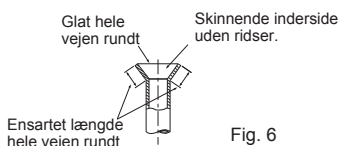

Fig. 6
- Sammenlign opkravningsarbejdet med Fig. 6.